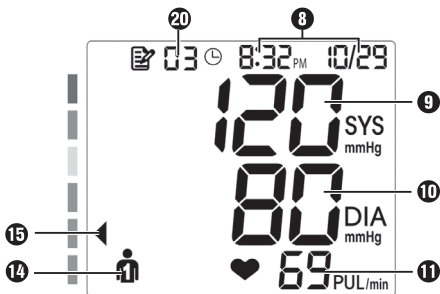

Fig. 1
- 1) Appuyez sur la touche marche/arrêt 2 ① pour mettre l'appareil en marche. L'écran ① s'allume brièvement et affiche tous les symboles.
- 2) Peu de temps après, la mémoire utilisateurs 14 apparaît. L'utilisateur réglé en dernier ① ou ② clignote. Si aucun réglage n'a encore été effectué, ou si la mémoire a été effacée, l'utilisateur ① s'affiche.
- 4) Appuyez ensuite sur la touche marche/arrêt 2 ① pour confirmer l'utilisateur et démarrer la procédure de mesure.
① Remarque
- Vous pouvez interrompre la mesure à tout moment en appuyant sur la touche marche/arrêt 2 ①, ce qui dégonfle automatiquement le brassard 23.
- Le symbole  du contrôle du positionnement du brassard 16 apparaît à l'écran ①, lorsque le brassard 23 est correctement placé pour le mesurage. Si le brassard 23 n'est pas assez serré,  et le symbole  apparaissent et le mesurage est interrompu. Éteignez l'appareil, corrigez le positionnement du brassard et répétez la mesure.
- Si vous bougez ou parlez pendant le mesurage, il est possible qu'il ne soit pas effectué correctement. Sur l'écran ❶ apparaît **Err** avec le symbole  de l'indicateur de mouvement ❶, et le mesurage est interrompu. Éteignez l'appareil et répétez la mesure.
- Lorsque le mesurage a été effectué correctement, le brassard ❸ se dégonfle instantanément. Les valeurs obtenues apparaissent à l'écran ❶, comme représenté dans la fig. 1 par exemple :